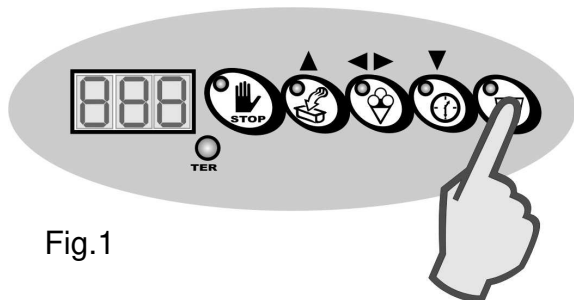

Fig.1
- Premere il tasto GRANITA (fig.1).